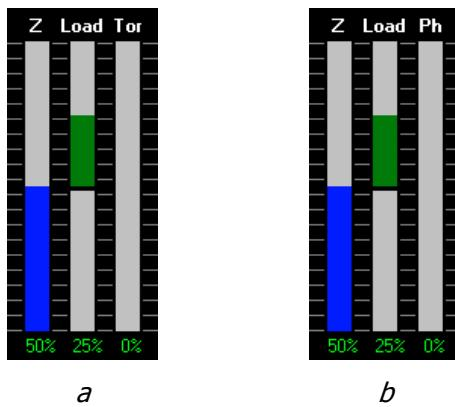

Рис. 2.4. Панель индикаторов в статическом (а) и динамическом (б) режимах.
Панель **индикаторов** (рис. 2.4) активизируется кнопкой в линейке инструментов или командой меню *View > Indicator* и графически показывает состояние наиболее важных параметров измерительной системы:
- $Tor$  (в статическом режиме, Рис. 2.4 а) – значение кручения, определенное по соотношению сигналов от левой и правой половин фотодетектора. Равновесное состояние кантителевера, то есть отсутствие кручения, соответствует 50%;
- $Ph$  (в динамическом режиме, рис. 2.4 б) – сдвиг фазы колебаний кантителевера зонда (в градусах). Сдвиг между фазой входного сигнала, управляющего колебаниями кантителевера зонда, и выходного сигнала, регистрируемого на фотодетекторе. Сдвиг обусловлен механическими процессами, происходящими при контакте острия зонда с измеряемой поверхностью, и несет дополнительную информацию о локальных свойствах поверхности.